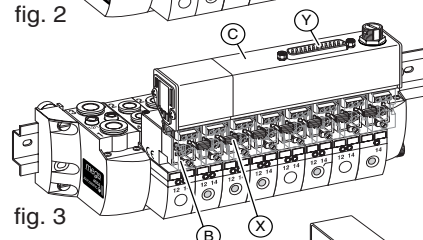

fig. 3
■ MULTIPOLAR : MULTIPOL IP20 (fig. 3)